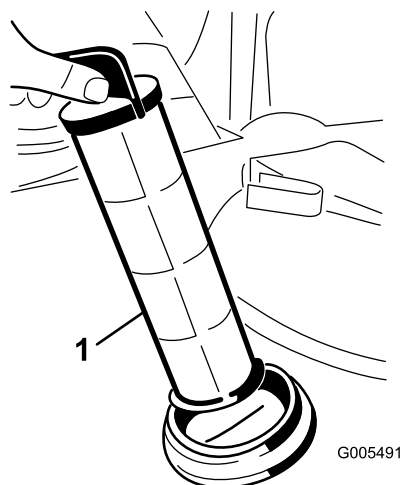

Рисунок 69
4. Извлеките сетчатый фильтр всасывания из отверстия (Рисунок 69).